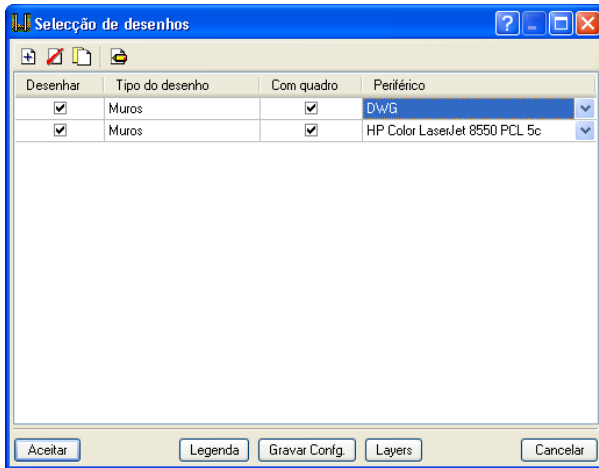

Fig. 2.14
- A janela **Seleção de desenhos** (Fig. 2.14) permite acrescentar um ou vários desenhos para imprimir simultaneamente e especificar o periférico de saída: impressora, plotter, DXF ou DWG; seleccionar uma legenda (da **CYPE** ou qualquer